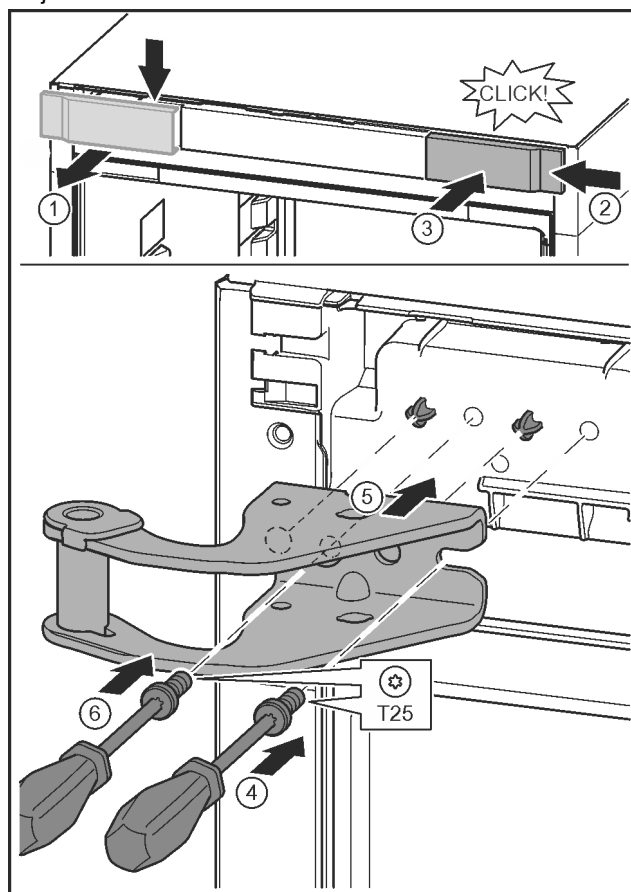

Fig. 12
- ▶ Kryt uvolněte a sejměte do strany. Fig. 12 (1)
- ▶ Kryt otočený o 180° zavěste na druhé straně zprava. Fig. 12 (2)
- ▶ Zaklapněte kryt. Fig. 12 (3)
- ▶ Šroubovákem T25 nasadte šrouby. Fig. 12 (4)
- ▶ Nasadte horní stojan ložiska. Fig. 12 (5)
- ▶ Utáhněte šroub. Fig. 12 (4)
- ▶ Šroubovákem T25 vložte šroub a utáhněte. Fig. 12 (6)